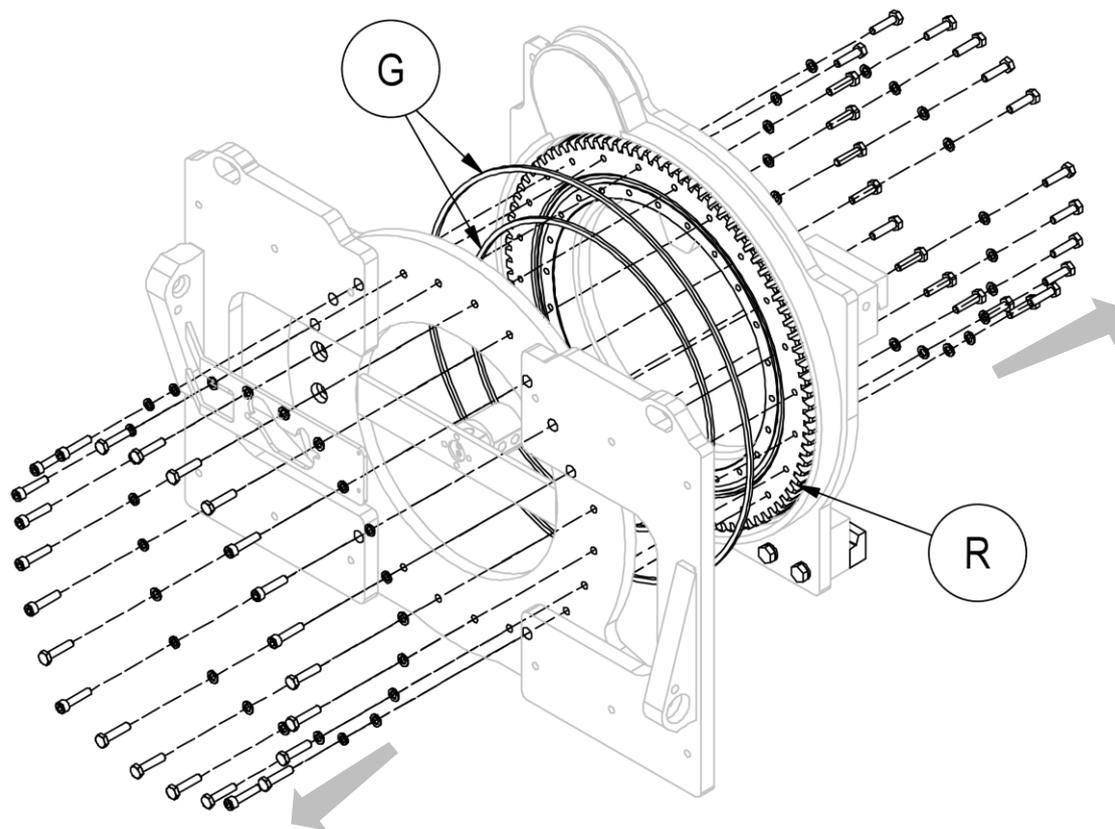

Figure 41
5. Retirer la partie avant du corps tournant, en s'assurant de soutenir de manière adéquate toutes les pièces afin de pouvoir effectuer l'opération en toute sécurité (voir *Figure 41*).
6. Pour pouvoir retirer la crapaudine **R**, il est nécessaire de retirer aussi les vis de la partie arrière de l'équipement (voir *Figure 41*).